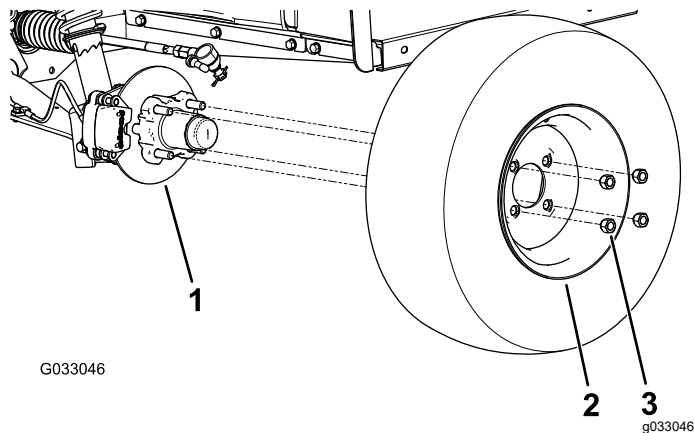

Figura 31
2. Retire as 4 porcas de rodas que prendem a roda ao cubo (Figura 31).
4. Alinhe os orifícios na roda com os pinos do cubo e monte a roda no cubo com a haste da válvula para fora (Figura 31).
5. Prenda a roda ao cubo utilizando as porcas das rodas (Figura 31).